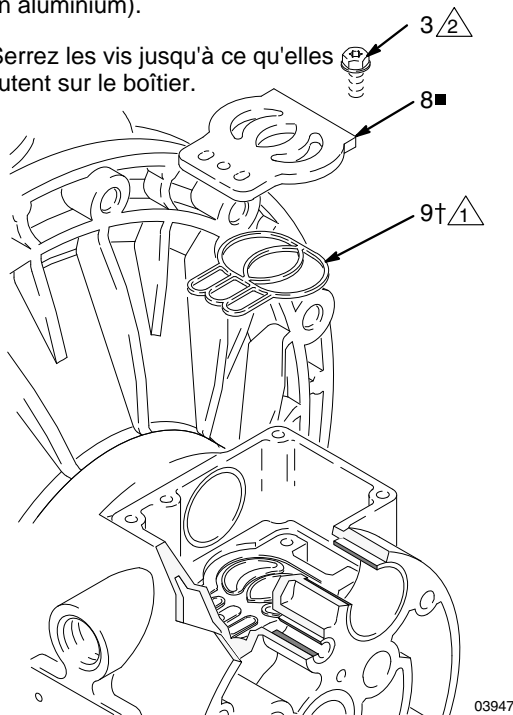

FIG. 9
5. Vérifiez le plateau (8) de vanne en place. Si elle est endommagée, utiliser un tournevis Torx (T20) ou une clé à douille de 7 mm (9/32 po) pour retirer les trois vis (3). Enlever la plaque (8) de la vanne et (uniquement sur les modèles avec un corps central en aluminium) enlever le joint (9). Consultez Fig. 9.
2. Dans le cas de modèles avec boîtier central en aluminium, installez le joint (9†) de la plaque de vanne dans la rainure située au fond de la cavité de la vanne. La partie arrondie du joint **doit être orientée vers le bas** dans la rainure. Consultez FIG. 9.
3. Installez la plaque de vanne (8) dans la cavité. Dans le cas des modèles avec boîtier central en aluminium, la plaque est réversible, de sorte que les deux faces peuvent être orientées vers le haut. Serrer les trois vis (3) à l'aide d'un tournevis Torx (T20) ou d'une clé à douille de 7 mm (9/32"). Serrez jusqu'à ce que les vis butent sur le boîtier. Consultez FIG. 9.